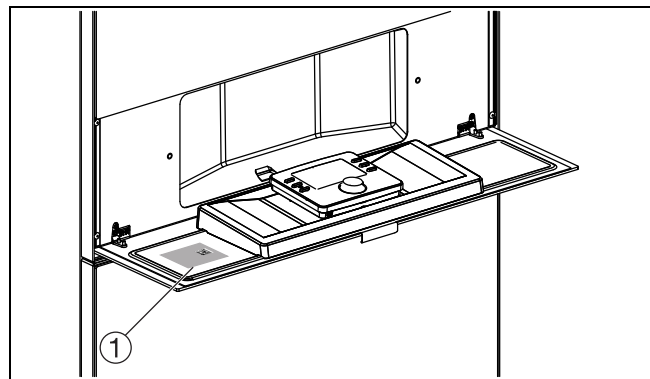

Bild 11 Typenschild des IP-Moduls
- ▶ Den werkseitig voreingestellten Loginnamen und das Passwort eingeben (auf dem Typenschild des Moduls aufgedruckt und in der Nähe des Wärmepumpenregelung angebracht, Abb. 11). Als einfachere Alternative kann auch der QR-Code gescannt werden.
- ▶ Das Typschild des neuen Moduls in der Nähe der Wärmepumpenregelung anbringen (Abb. 11).